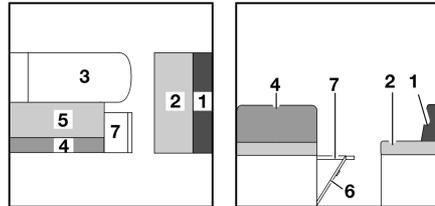

Bild 138 Während des Umbaus
- Sitzbankverlängerung (Bild 138,7) nach oben klappen und mit Klappe verkeilen.
- Das Sitzpolster (Bild 138,2) der Längssitzbank zur Mitte ziehen.
- Das Rückenpolster (Bild 138,1) der Längssitzbank zwischen das Sitzpolster und die Wand legen.
- Das Sitzpolster (Bild 138,5) nach vorn auf den Tisch ziehen.
- Das Rückenpolster (Bild 138,4) abnehmen und beiseite legen.